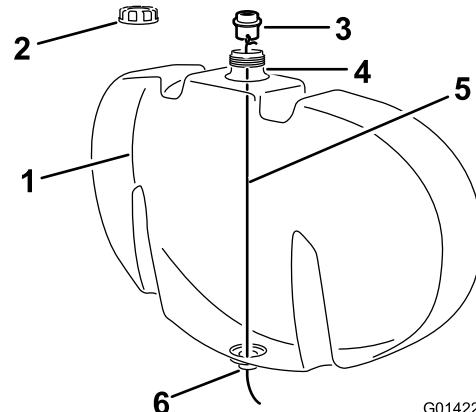

**Figure 7**
7. Retirez le contre-écrou à embase (3/8 po) du boulon de carrosserie extérieur inférieur sur la sangle avant droite du réservoir, placez le support du pistolet pulvérisateur sur le boulon de carrosserie et fixez-le au moyen du contre-écrou à embase (Figure 7).